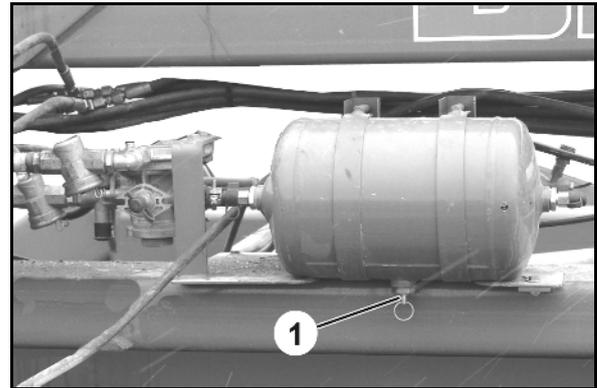

Fig. 82
3. Das Entwässerungs-Ventil (Fig. 82/1) am Ring solange in seitlicher Richtung ziehen, bis kein Wasser mehr aus dem Druckluftbehälter entweicht.
Der Druckluftbehälter (Fig. 82/1) darf